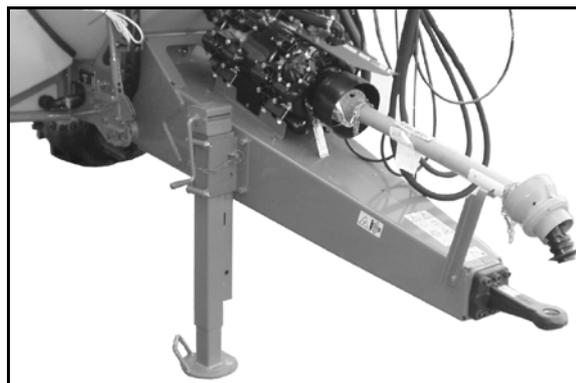

Рис. 43
- **дышло для крюка типа "Hitch" (Рис. 43)**